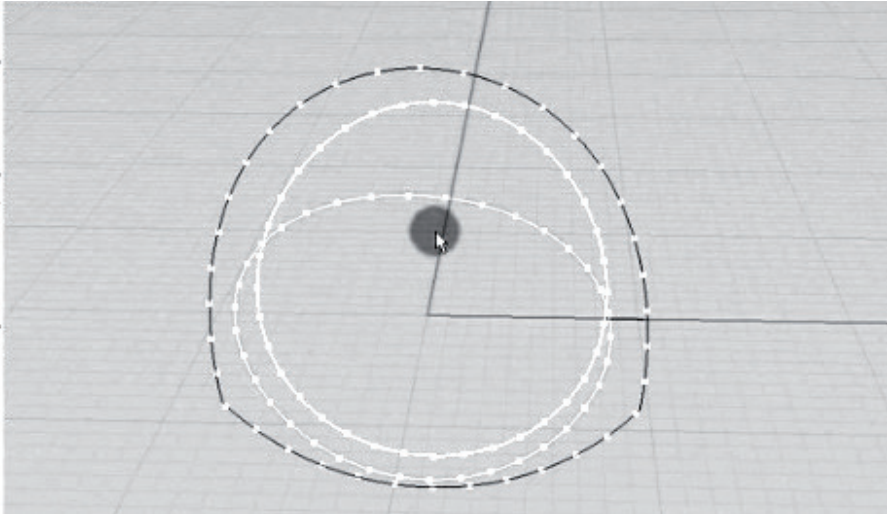

Рис. 76. Добавление точек на еще двух окружностях
11. То же самое необходимо сделать с двумя внутренними окружностями (рис. 76).